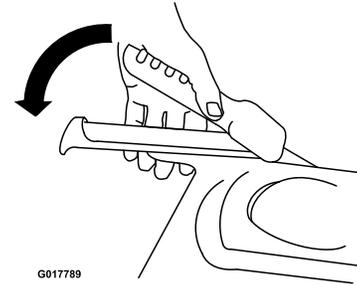

Figure 12
- Serrez lentement le levier de commande de déplacement gauche contre la poignée (Figure 12).